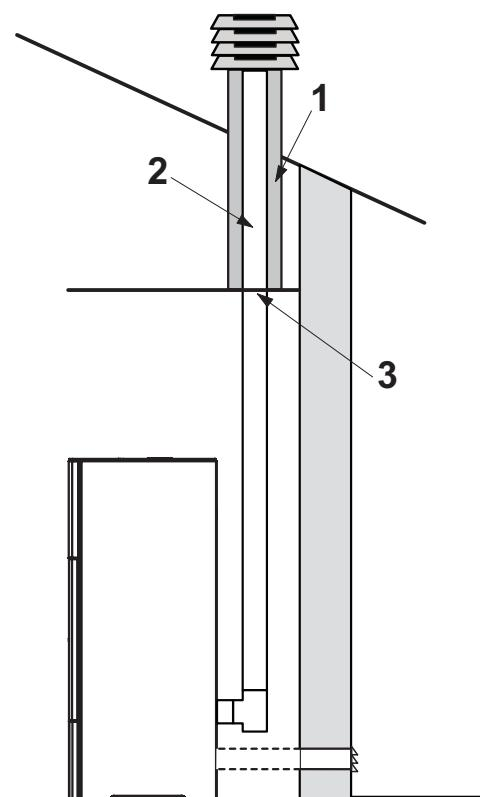

Fig. 5.9
- ! Si la section de la cheminée est plus grande, il faudra « canaliser » la cheminée avec un tube en acier (le diamètre dépend de la longueur du parcours) opportunément isolé (Fig. 5.9).